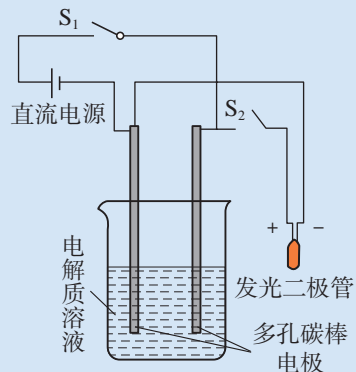

图 6-30 自制燃料电池装置图
1. 将碳电极放在高温火焰上灼烧到红热，迅速浸入冷水中，制得多孔碳棒电极。选用 $0.5 \text{ mol} \cdot \text{L}^{-1}$ 的 $\text{Na}_2\text{SO}_4$ 溶液为电解质溶液。电源用3~6 V直流电源，发光二极管的起辉电压为1.7 V，电流为0.6 mA。将上述材料组装成简易的燃料电池装置（图6-30）。